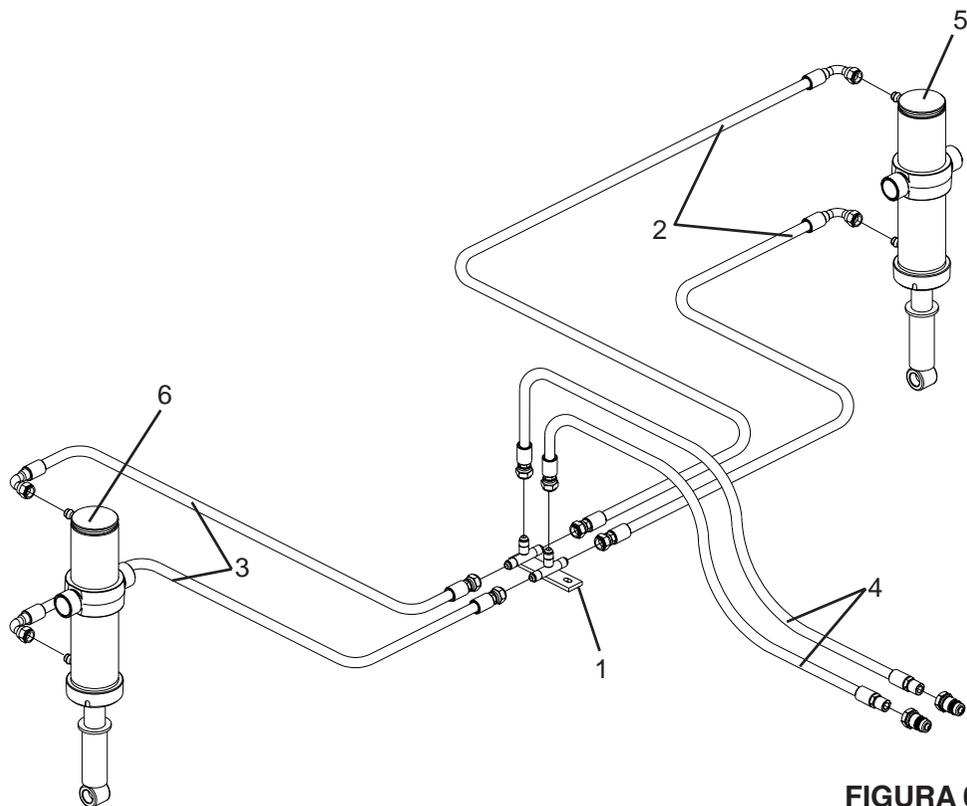

FIGURA 08
(FIGURA 08)
10 - Fixar o distribuidor de óleo (1), proceda a ligação das mangueiras (2,3,4) no distribuidor (1), as mangueiras (2) no pistão esquerdo (5) e as mangueiras (3) no pistão direito (6), conforme mostra a **Figura 08**.